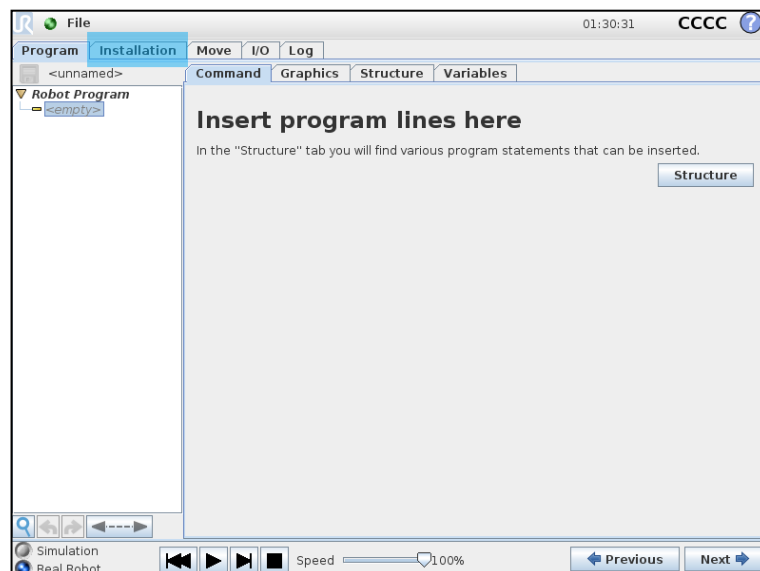

图 5.13 安装设置按键
4. 进入创建的新工程，点击上方工具栏中的 **Installation** 安装设置按键，连接夹爪。如图 5.13 所示。